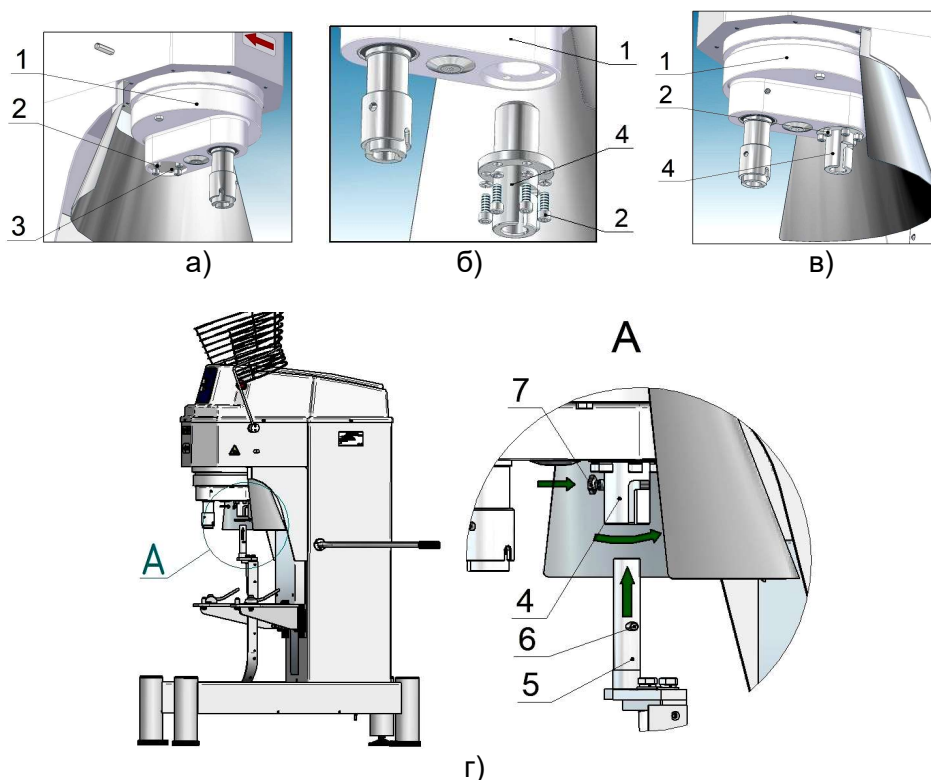

Рис. 4 Установка и извлечение скребка
7.2.3. Установите ступицу скребка (4) в открывшуюся полость в головке (1) планетарного механизма как показано на рисунке 4«б» и закрепите её при помощи винтов (2) (рис. 4«в»).
7.2.5. Вставьте хвостовик (5) скребка в отверстие ступицы (4) и поверните его вокруг оси, как показано на рис. 4 «г».